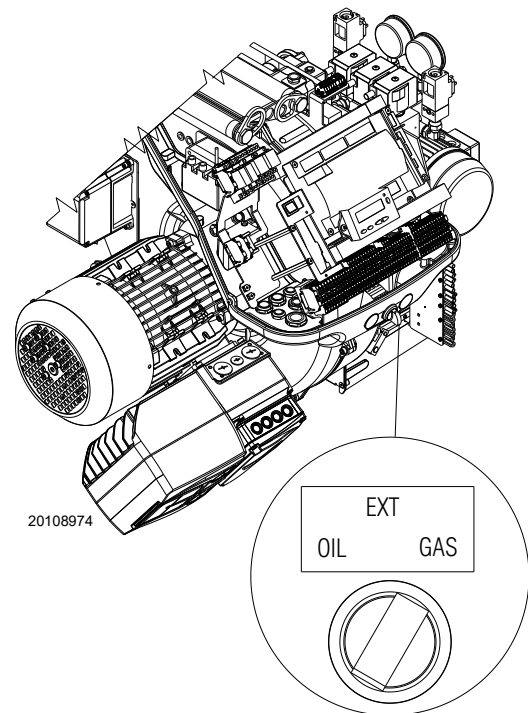

Рис. 41
- Установіть перемикач у положення **OIL** (Рис. 41) для роботи на дизпаливі та **GAS** для роботи на газі.
- 1 за допомогою селектора **OIL-EXT-GAS** (Рис. 41);